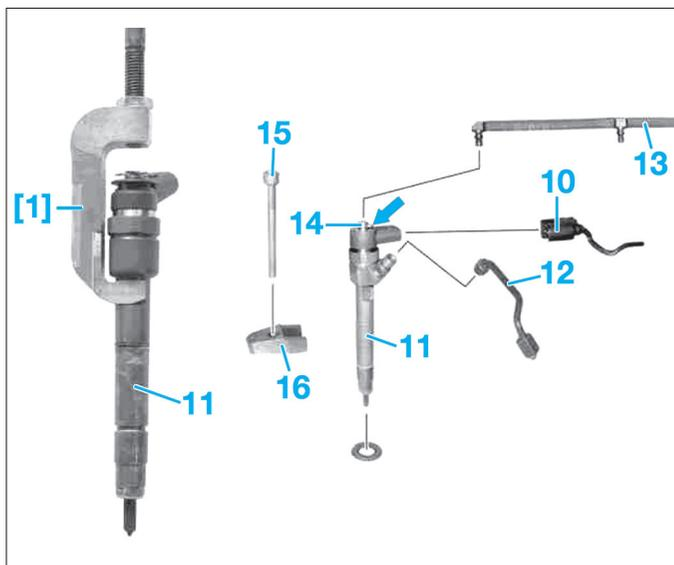

FIG. 53
- [1]. Griffes d'extraction (ref. 640 589 00 33 00) (Fig.53).
- Déposer les vis (flèches) puis la tôle de recouvrement (9) des injecteurs.
- Débrancher le connecteur (10) de l'injecteur (11) (Fig.53).